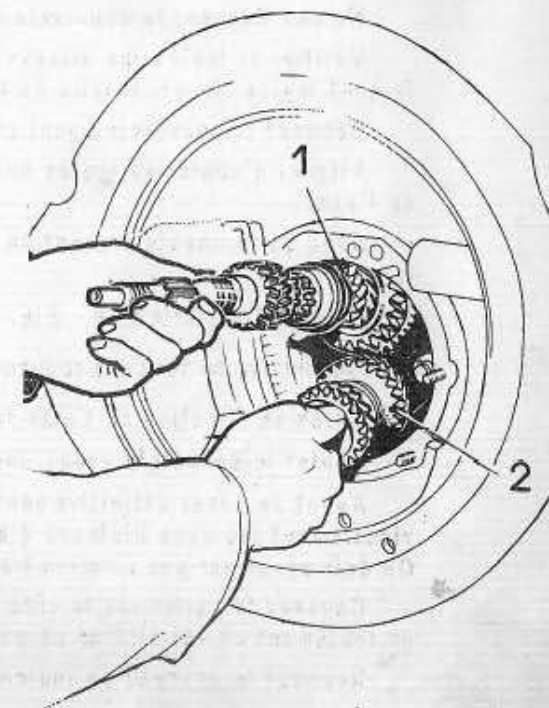

Fig. 76
Soulever le pignon d'angle (1 - Fig.76) par le pignon de transmission pour mettre en place l'arbre intermédiaire (2).